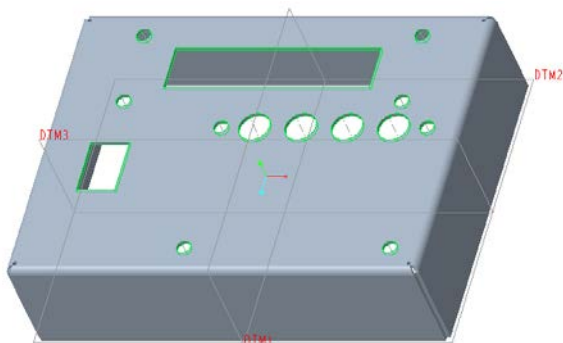

图 7-28 完成拉伸切除 1
(5) 在“拉伸”选项卡中单击  (完成) 按钮，完成该拉伸切除操作得到的钣金效果如图 7-28 所示。